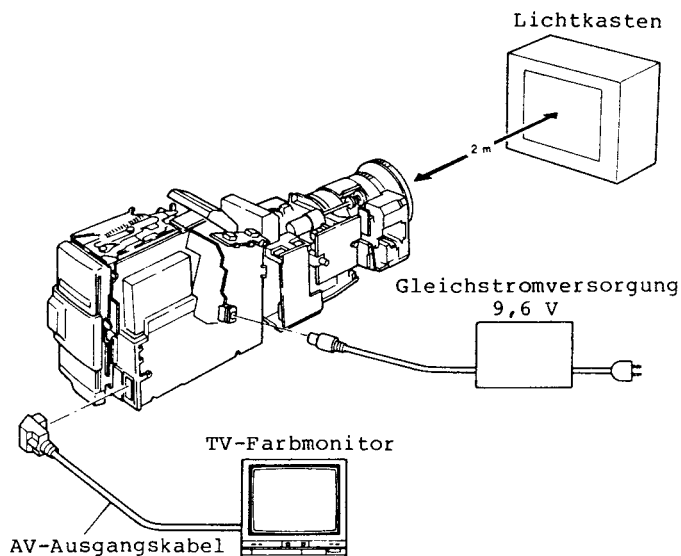

Abb. 4-1
- 2) Dieses Gerät, eine Stromversorgung und einen Video-Farbmonitor verbinden, wie es in Abb. 4-1 dargestellt ist.